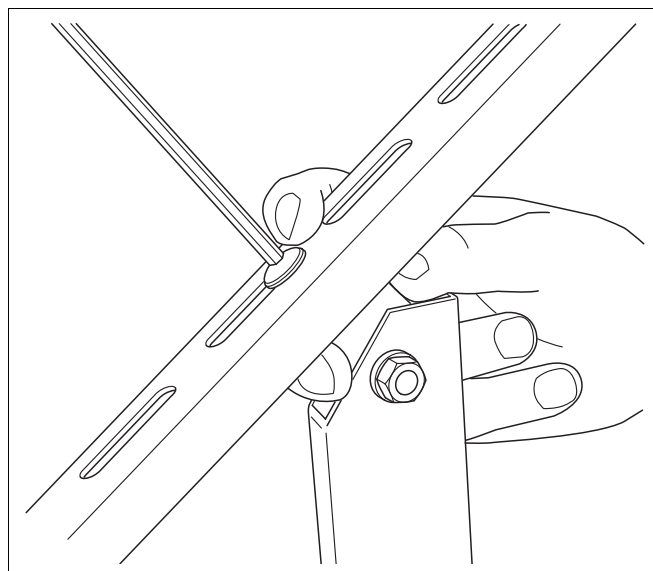

Abb. 18 Stütze mit Kollektorabstützung verschrauben
- Verschrauben Sie die Stütze (Abb. 18) mittels Linsenkopfschraube am oberen Anschlag des Langloches.